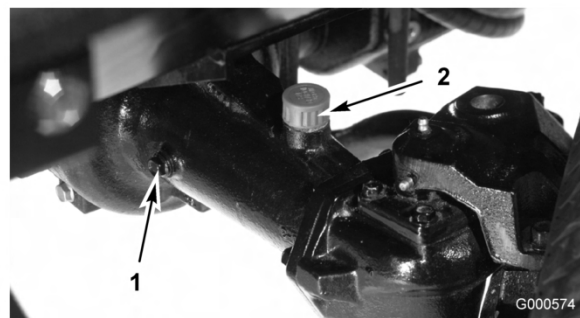

Figura 47
2. Togliete il tappo di controllo da un'estremità del ponte (Figura 47) e verificate che il lubrificante raggiunga la base del foro. Se il livello è basso, togliete il tappo di riempimento (Figura 47) e rabboccate con lubrificante finché non raggiunge la base dei fori dei tappi di controllo.